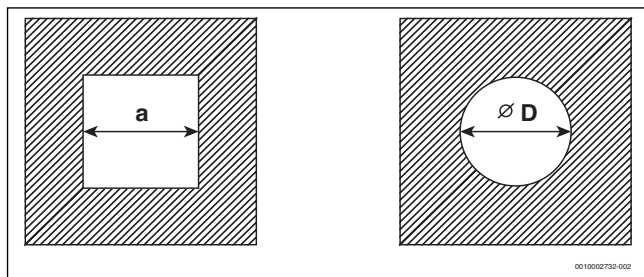

Рис. 5 Прямоугольное или круглое сечение
- ▶ Проверьте, соблюдаются ли допустимые размеры шахты для конкретного случая применения. Если размеры  $a_{\min}$  или  $D_{\min}$  **меньше нижних предельных**, то монтаж **не разрешается** (→рис. 5 и таб. 4).